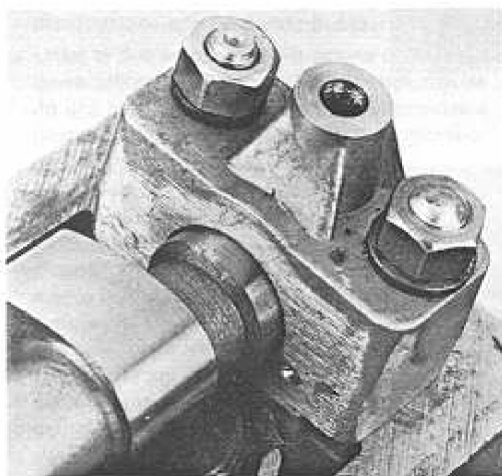
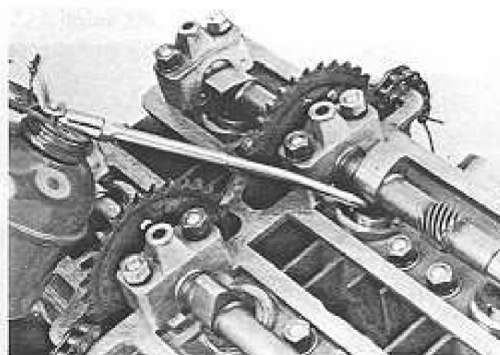

Fig. 22
Fig. 23
- Rimontare i due cappelli dei due supporti centrali degli assi a camme (fare bene attenzione al semianello e ai due grani di centraggio di cui ciascun cappello è dotato) (Fig. 22). Durante il rimontaggio **lubrificare abbondantemente** i supporti degli alberi a camme, gli eccentrici e le punterie con olio motore (Fig. 23).
- Install the caps of the two central bearings of the camshaft. (Take care to correctly locate the half-ring and the two dowels fitted to each cap) (Fig. 22).
- During rebuild the camshaft bearings, the cam lobes and the tappets should be lubricated liberally with engine oil (Fig. 23).